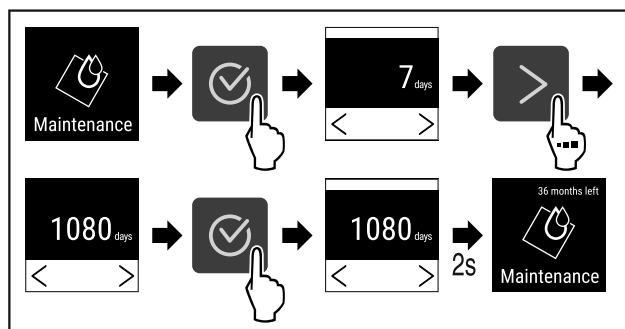

Fig. 74
- ▶ Obavite korake postupka (pogledajte Fig. 74).